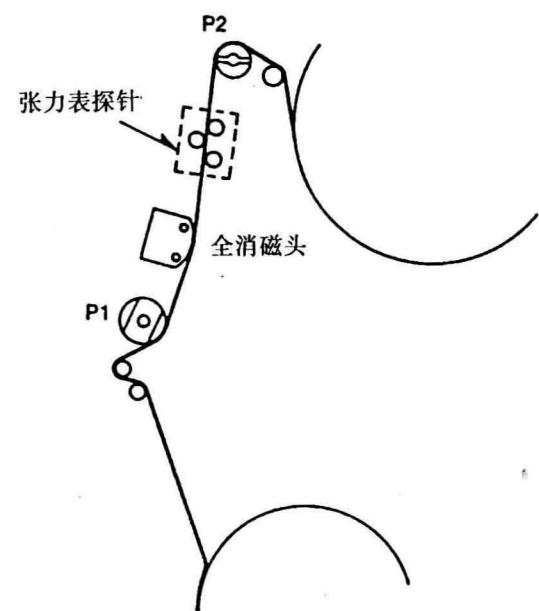

图36
②在磁带通道上插入张力表, 测量磁带反张力为20~25 g, 如图36所示。